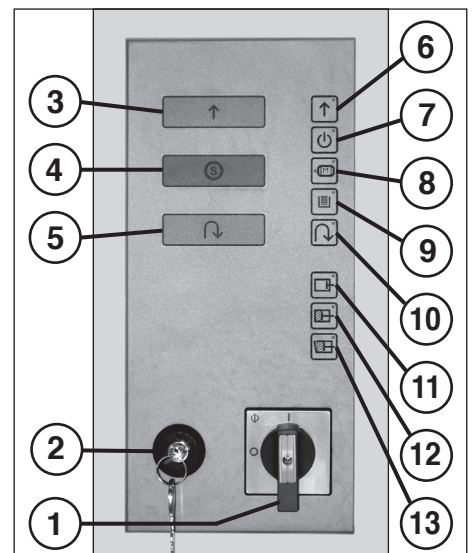

Abb. 6
2. Verriegelungsschalter (2) entriegeln und Drucktaster „Vorwärtslauf Schneidwerk“ (3) (Abb. 6) betätigen.
EINSATZ DES SHREDDERS (Abb. 6):
BEDIENUNGSELEMENTE (Abb. 6, 7 und 8):
1 = Hauptschalter (Not-Aus) (Abb. 6)
2 = Verriegelungsschalter (Abb. 6)
„Vorwärtslauf Schneidwerk“ (Abb. 6)
„Stopp Schneidwerk“ (Abb. 6)
„Rückwärtslauf Schneidwerk“ (Abb. 6)
„Betriebsbereit“ (Abb. 6)
„Störung Motor“ (Abb. 6)
„Stempel hinten“ (Abb. 6)
„Ballen fertig“ (Abb. 6)
a) „Klappe auf“ (Abb. 6)